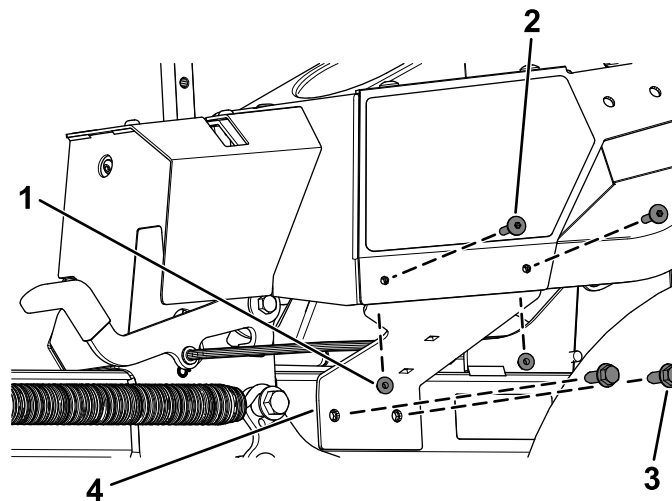

Figure 8
- B. Fixez le support de carénage gauche à l'aide des 2 vis autotaraudeuses neuves ($\frac{3}{8}$ " x 1") et des 2 vis Torx ($\frac{1}{4}$ " x 1-5/16") et 2 contre-écrous ($\frac{1}{4}$ ") retirés précédemment, comme montré à la Figure 8.